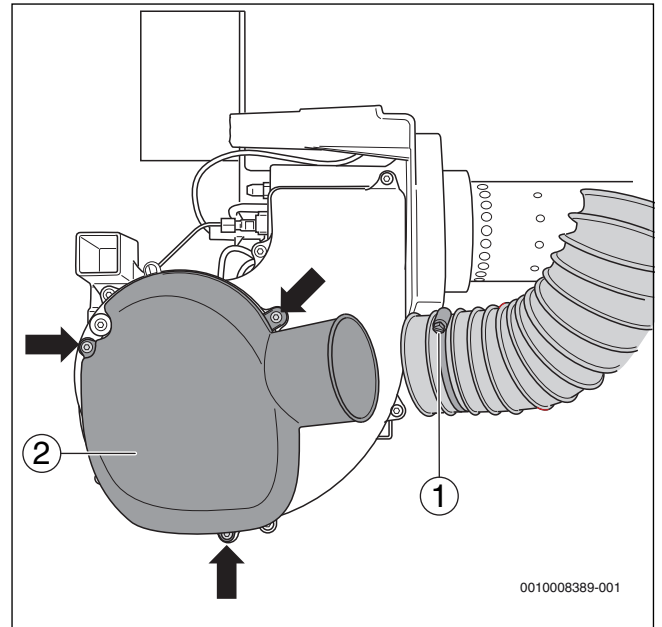
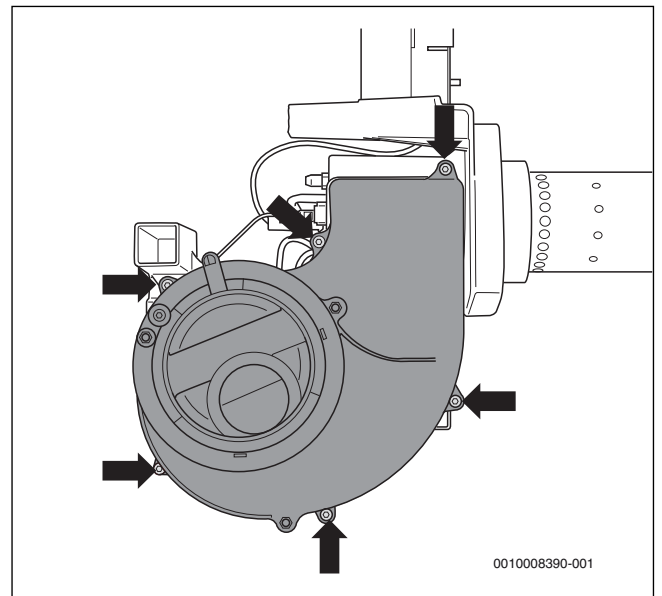

Fig. 29 Desmontaje del silenciador de aspiración
Fig. 30 Desmontaje de la cubierta de la turbina del ventilador
- ▶ Suelte la abrazadera especial de la manguera (→fig. 29, [1]) de la entrada de aire de combustión para el funcionamiento estanco.
- ▶ Suelte los tornillos de sujeción (→fig. 29, [flechas]) y retire el silenciador de aspiración (→fig. 29, [2]).
- ▶ Suelte los seis tornillos de sujeción (→fig. 30, [flechas]) y retire la cubierta de la turbina del ventilador.
- ▶ Monte nuevamente la cubierta de la turbina del ventilador (→fig. 30) y el silenciador de aspiración (→fig. 29).
- ▶ Suelte la abrazadera especial de la manguera (→fig. 29, [1], pág. 23) y extraiga el tubo de aspiración.